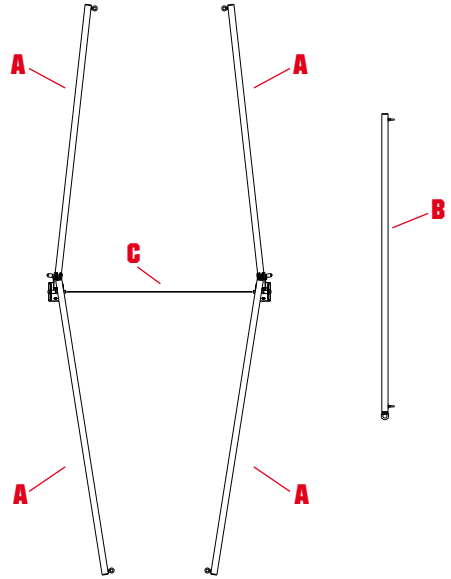

fig. 2
- a) Ponga las barras laterales (A) y la barra superior (B) - (fig. 2) en el suelo.